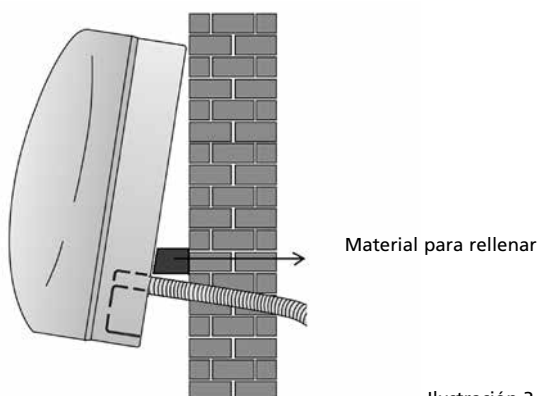

Ilustración 3
La manguera del agua condensada se coloca con mayor facilidad alejando la parte inferior de la unidad interior unos 5 cm de la pared y rellenando temporalmente este espacio con un material de relleno para que la unidad no vuelva a retroceder hacia la pared. Véase ilustración 3.
- h. Empalme el acople "conexión rápida" al acople de la unidad exterior. Conecte, a continuación, el cable eléctrico con toma de tierra entre la unidad interior y la exterior. Véase ilustración 3.